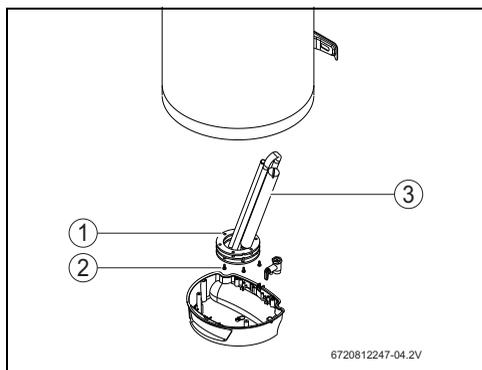

Fig. 15 Acesso e identificação dos componentes internos
- ▶ Desapertar os parafusos de fixação da flange (Fig. 15, [2]).
- ▶ Retirar a flange (Fig. 15, [1]).
- ▶ Verificar o ânodo de magnésio (Fig. 15, [3]) e, se necessário, substituí-lo.